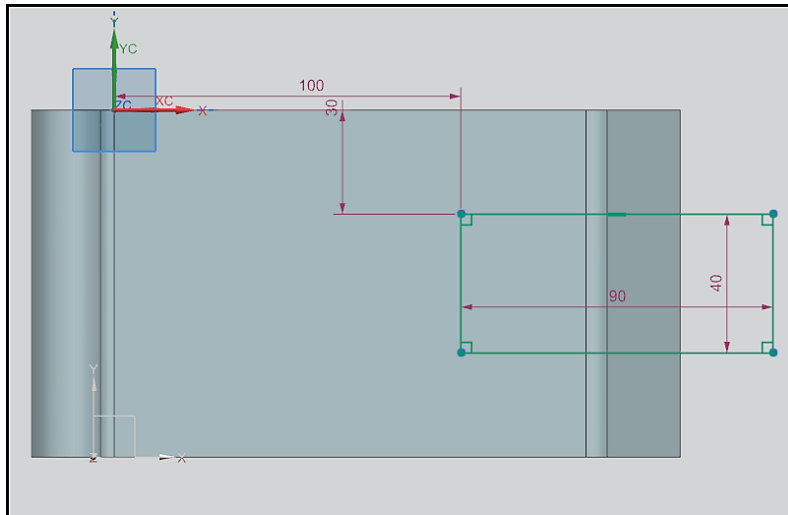

Рис. 1.17. Эскиз «Выреза по нормали»
7. Создайте вырез (ленточная панель – раздел **Элемент – Вырез по нормали**) на внутренней грани базовой пластины и второго фланца. Постройте **Вырез по нормали** (рис. 1.17). Для этого плоскостью построения эскиза назначьте внутреннюю грань базовой пластины.